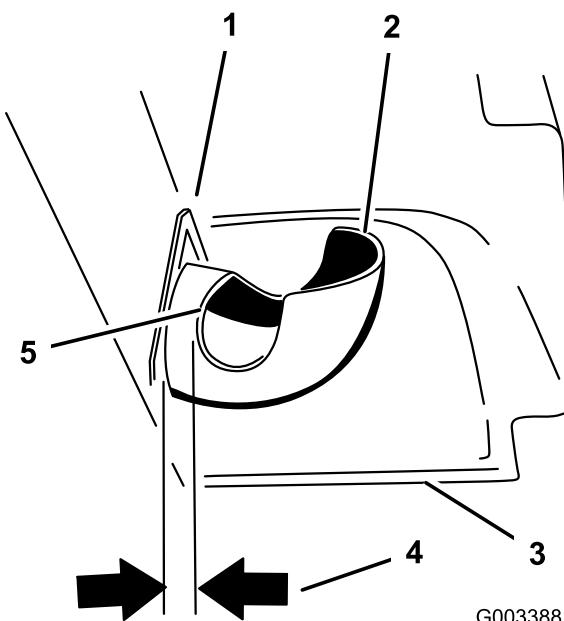

Figura 23
6. Misurate la distanza del tubo all'interno del cofano. Misurate dalla piastra del cofano al bordo del tubo come illustra Figura 23. Questa distanza deve essere di 19 mm.